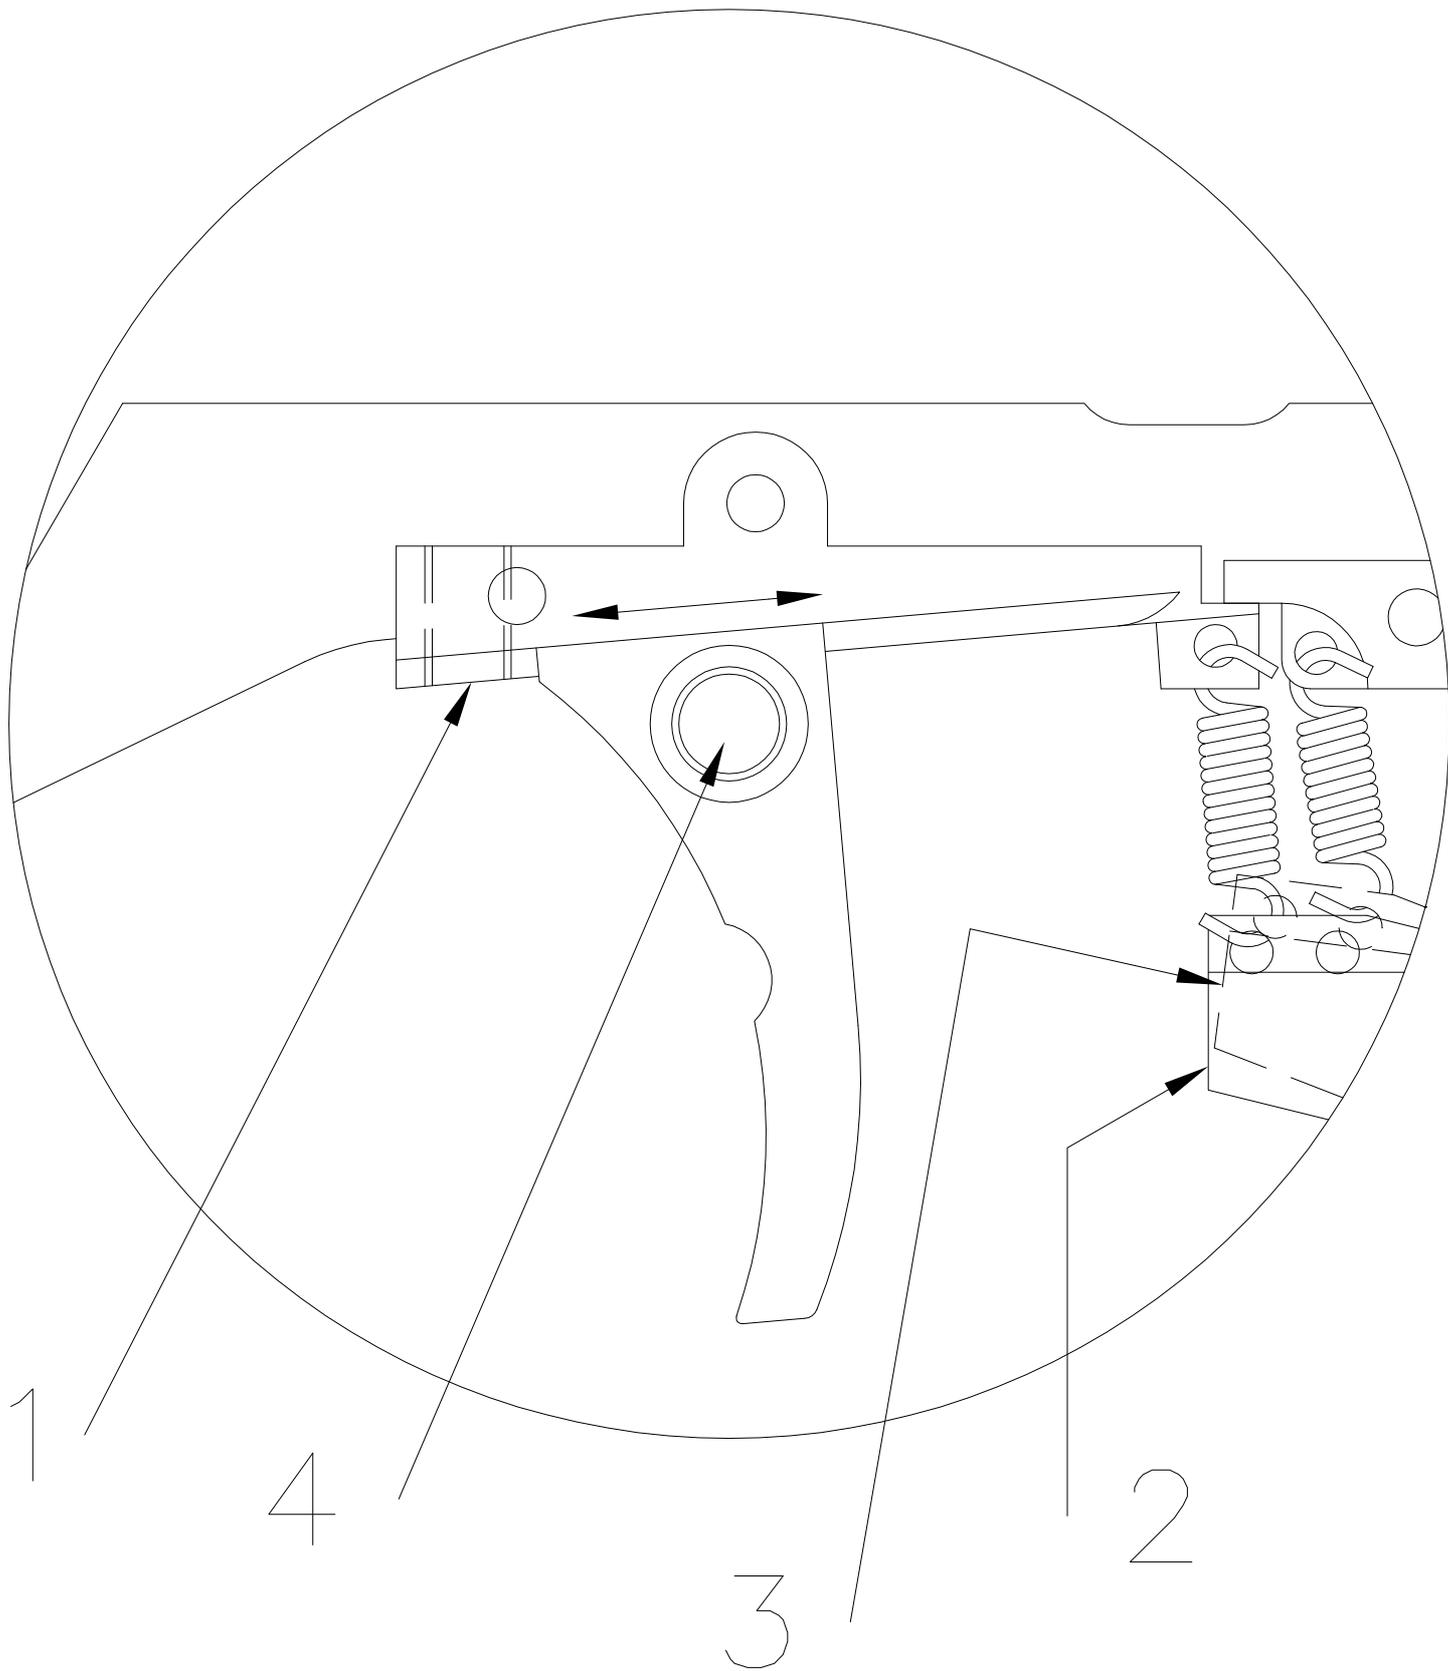

Fig. 4
4. Visiereinstellung (*Abb. 4*)